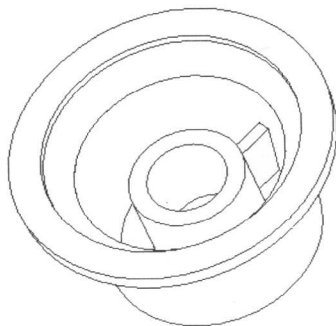

图2-8
3. 选择前两步绘制的草图轮廓，在【成形特征】工具条中单击【拉伸】按钮，弹出【拉伸】对话框。在【选择步骤】栏中选择【求和】选项，然后在【结束】输入框中输入“6”，最后单击 **确定** 按钮创建拉伸特征，结果如图 2-8 所示。